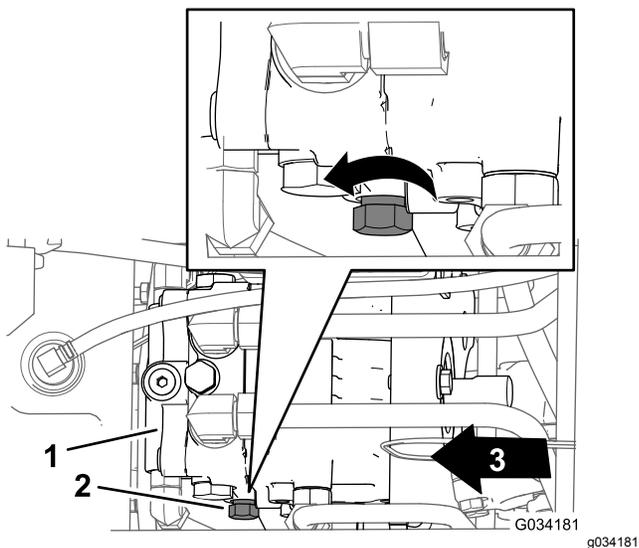

Figura 32
2. Localize o manípulo de controlo para a válvula de derivação no lado esquerdo da bomba hidráulica (Figura 32).
3. Rode o manípulo de controle três voltas para o lado contrário aos ponteiros do relógio (Figura 32).
2. Localize o manípulo de controle para a válvula de derivação no lado esquerdo da bomba hidráulica (Figura 32).
3. Rode o manípulo de controle (Figura 32) no sentido dos ponteiros do relógio até que sinta uma resistência, o que indica que a válvula de derivação está fechada.